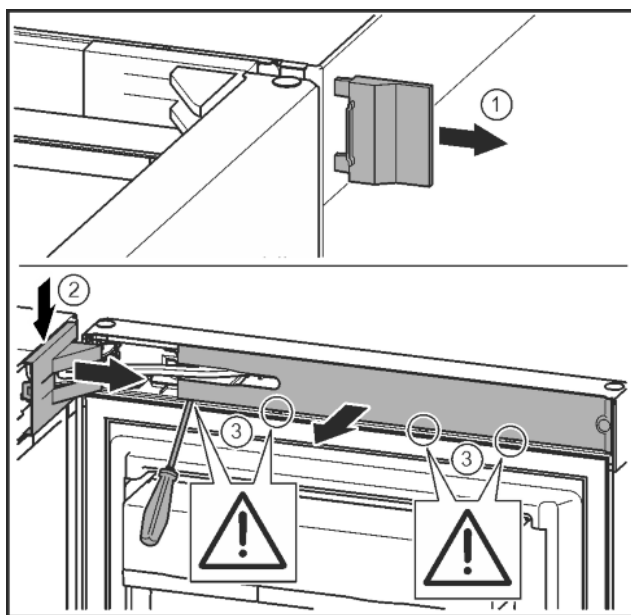

Fig. 8
▶ Снять внешнюю крышку. Fig. 8 (1)
▶ При помощи отвертки освободить крышку опорного кронштейна и отсоединить. Снять крышку опорного кронштейна. Fig. 8 (2)
▶ Шлицевой отверткой вывести накладку из зацепления и отвести в сторону. Fig. 8 (3)